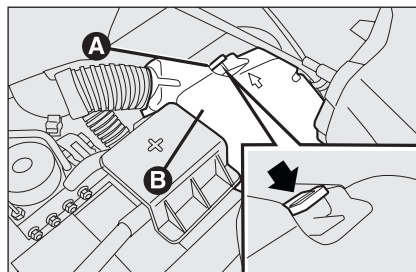

fig. 48
- ☐ intervenga en la aleta **A**-fig. 48 y quite la tapa **B** de protección de la caja de fusibles;